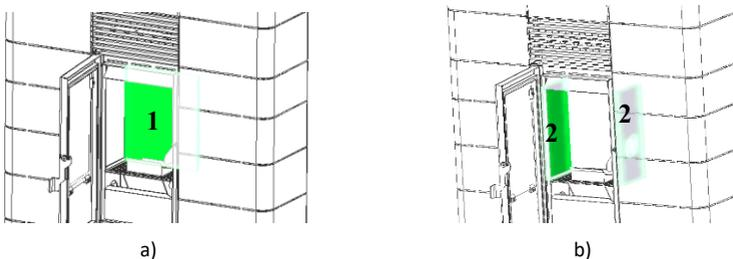

Figure 122 – Retrait vermiculite
Retirez ensuite les parties de vermiculite en les détachant des supports qui les supportent (Figure 122). Pour les enlever, suivez une séquence, enlevez d'abord la vermiculite postérieure (1), puis les côtés (2).